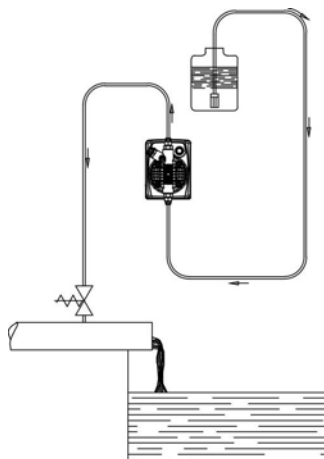

Fig. 6
c.- Coloque la bomba como se muestra en la figura 5, teniendo presente que se puede fijar tanto por debajo como por encima del nivel del líquido a dosificar, a una distancia máxima de 2 metros. El punto de inyección se debe colocar siempre más arriba que el líquido a inyectar. Cuando la bomba trabaja a presión atmosférica (aditivación con descarga libre) y el depósito del aditivo está colocado más arriba del punto de inyección (Fig. 6), controle periódicamente la funcionalidad de la válvula de inyección, ya que un uso excesivo podría hacer que cayera aditivo y entrara en la bomba (aunque el aparato esté apagado). Si se produjera el problema, instale una **válvula de contrapresión C** (debidamente tarada entre la bomba dosificadora y el punto de inyección (Fig.6). Para los líquidos que generan vapores agresivos, no instale la bomba encima del depósito a menos que éste esté cerrado herméticamente.